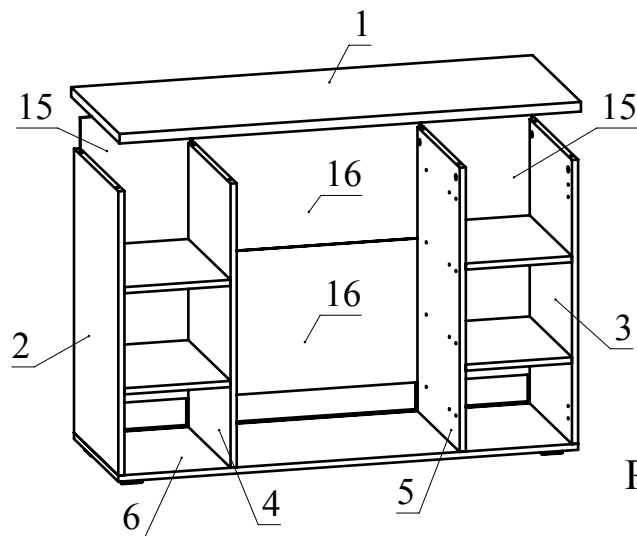

Рис.5
- Вставьте детали 15, 16 в пазы деталей 2, 3, 4, 5, 6. Установите деталь 1 на детали 2, 3, 4, 5 и зафиксируйте, повернув конфирматным ключом головки минификсов по часовой стрелке до упора (Рис. 5).